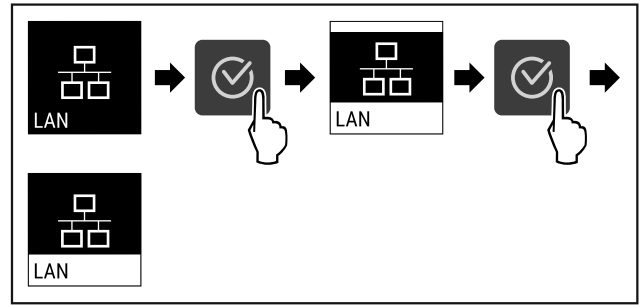

Fig. 92
- ▶ Изпълнете стъпките (виж Fig. 92).